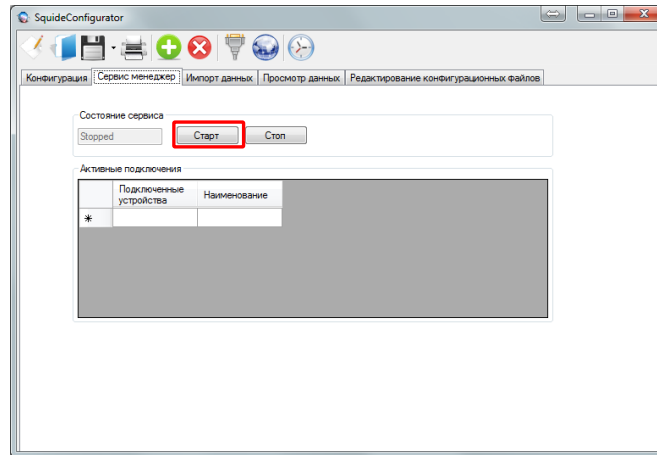

Рисунок 8.7 - Запуск сервера
9. Перейти на вкладку «Сервис менеджер» и нажать на клавишу «Старт», рисунок 8.7.